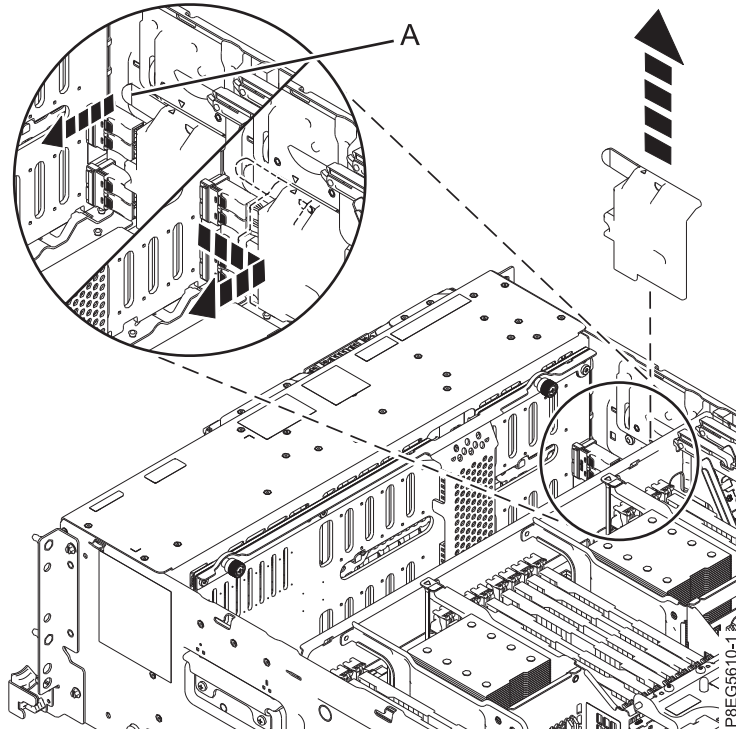

Figure 13. Retrait du cache des câbles SAS
3. Retirez le cache du câble SAS avant. Saisissez la poignée (A) et tirez dessus pour l'éloigner du système, puis faites glisser le cache vers l'arrière pour le retirer, comme illustré dans la figure 13, à la page 17.